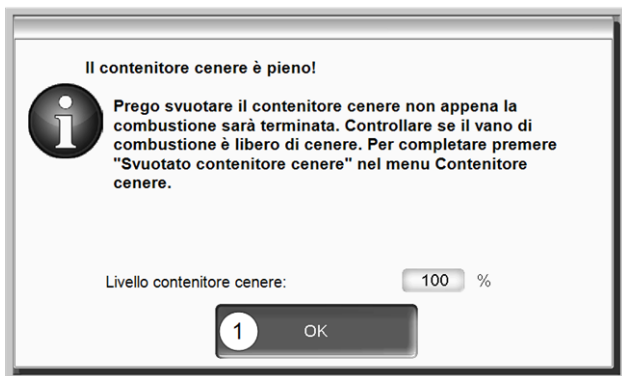

Abb. 2-52
- ▶ Confermare l'avviso sul display con **OK**. 1> Abb. 2-52